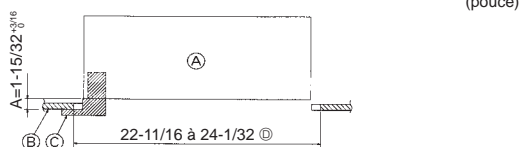

Fig. 6-2
6.2. Préparatifs préalables à la fixation de la grille (Fig. 6-2)